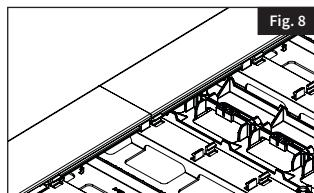

Fig. 8
- Si les tuiles InstaDeck dépassent la longueur des planches de la terrasse, un joint d'about est nécessaire. Dans ce scénario, partagez un Clip InstaDeck de manière égale entre deux planches (Fig. 8).